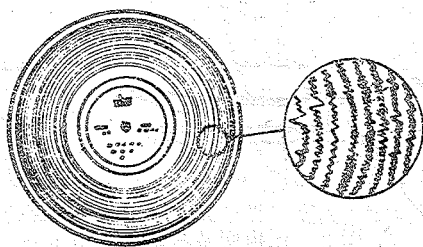

图 4 唱片和音槽
**唱片** 电唱机必须与唱片配合，才能放出声音。唱片是以机械刻纹的方式记录声音信息的一种载体。片基是由塑料制成的圆形薄片，上面印刻着细密的音槽。音槽的几何形状反映了声音变化的规律，如图 4 所示。使用时，唱盘载着唱片转动，唱针顺着音槽运动，唱针将机械振动传递给压电晶片，转换为电信号输出，经过放大后，由扬声器发出相应的声音来。